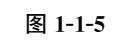

图 1-1-5
3. 作出图 1-1-5 所示圆的内接正五边形,要求保留作图线。(5 分)